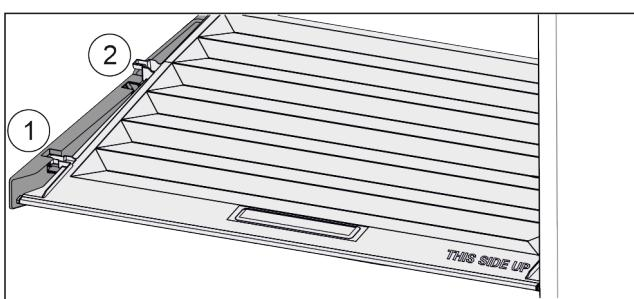

Fig. 38
- Издърпайте напред Fig. 38 (1) капака до отвора в задържащите части.
- Повдигнете го отзад отдолу и отстранете Fig. 38 (2) нагоре.